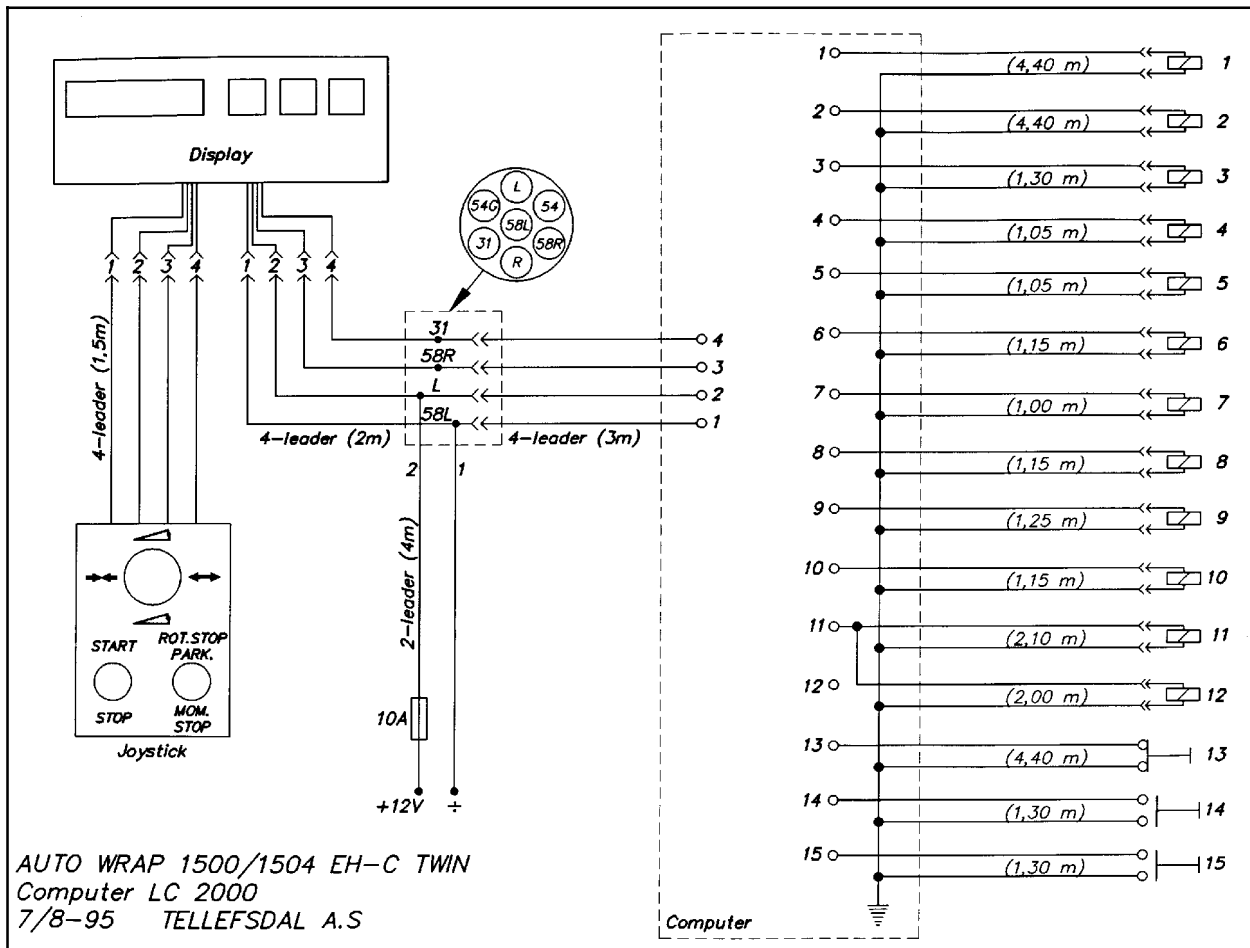

Fig. 13-1
13.4 STRØMFORDELING. (Se fig. 13-1).
Styreblokken inneholder de fem LC-ventilene som styrer hovedfunksjonene på maskinen. De har ikke V-nummer, men har samme nummer som de elektriske ledningene de er tilkoblet. (Se koblingskjema, fig. 13.1).